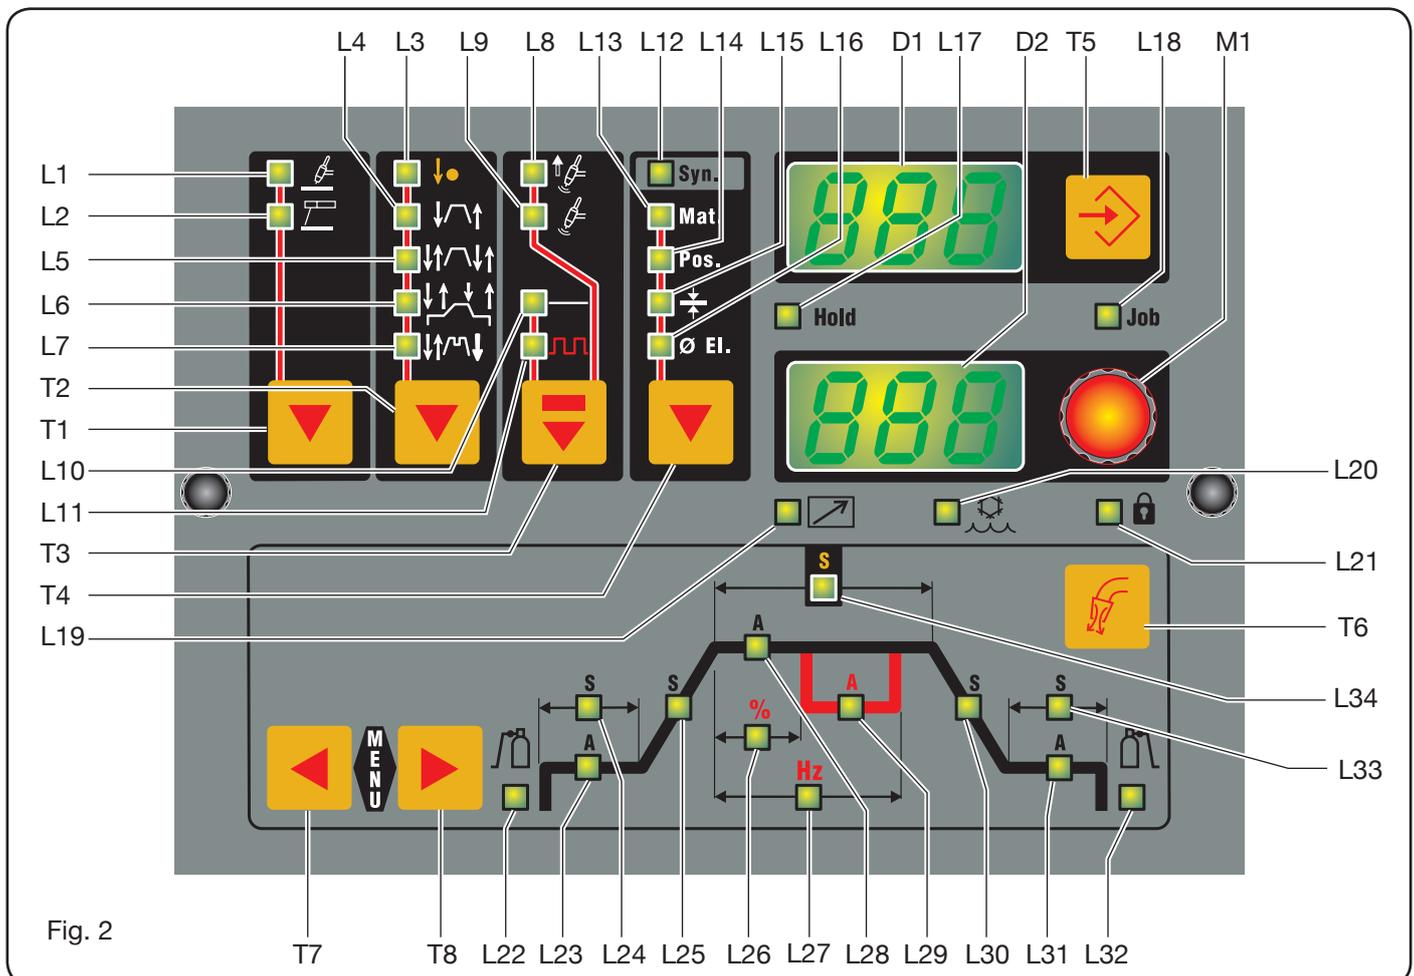

Fig. 2
3.3 BESKRIVELSE AF KONTROLPANEL (fig. 2)